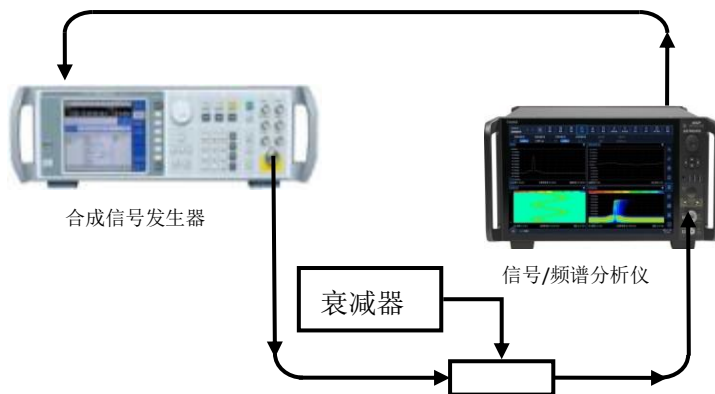

图 7.12 衰减器测试示意图
- 1) 如图 7.12 所示, 连接测试设备, 标准衰减器的输出连接到 4082 的射频输入 1 端口。图中校准衰减器的衰减不确定度应大大优于被测频谱分析仪输入衰减器的衰减不确定度。